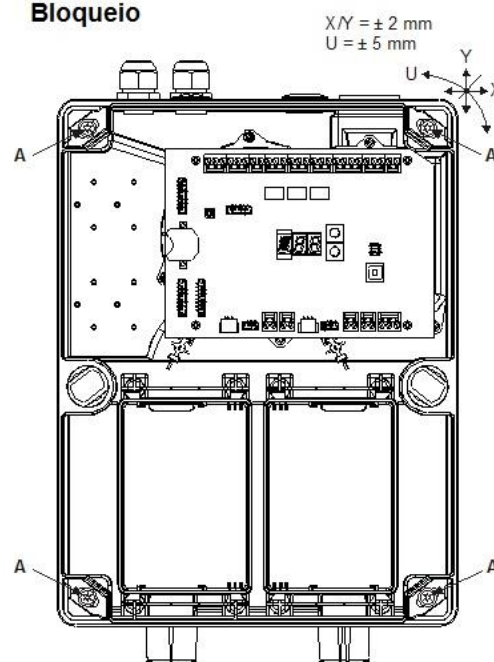

Fig. 2 Abertura, fechamento e fixação da caixa do detector
- Para usar as **travas rotativas**, **pressione firmemente** com a chave de fenda em direção à base da caixa e, em seguida, **vire 90 °**. A posição da fenda de bloqueio mostra o estado atual (ver **Fig. 2.**):